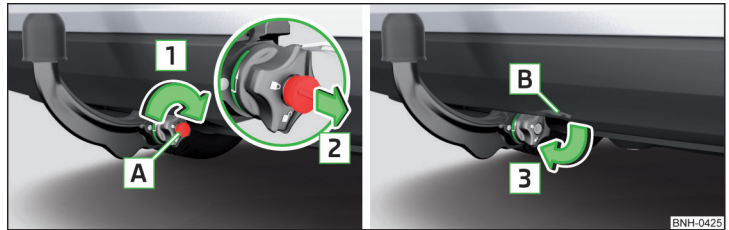

Abb. 134 Schloss verriegeln und Schlüssel abziehen / Kappe auf das Schloss stecken
- > Den Schlüssel **A** in Pfeilrichtung **1** drehen, sodass der Pfeil am Schlüssel zum Symbol **B** » Abb. 134 zeigt.